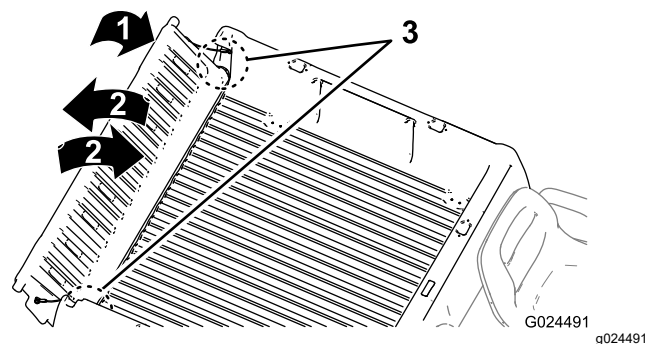

Figure 21
2. Inclinez le hayon à environ 45° (Figure 21).
3. Agitez légèrement le hayon pour le faire pivoter d'avant en arrière plusieurs fois (Figure 21).